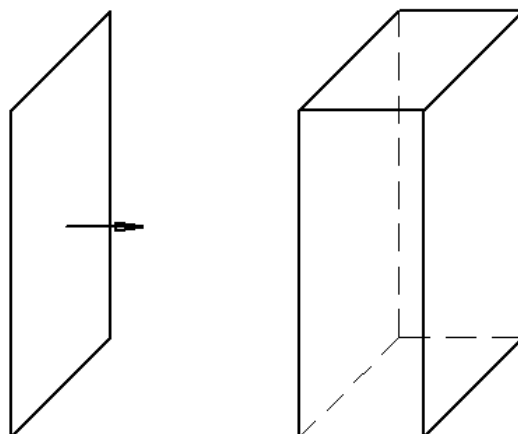

Рис. 2.20
Перемещение прямоугольника в направлении, перпендикулярном его плоскости, позволит создать призму (рис. 2.20)
- 1. Операция выдавливания** – выдавливание плоского контура (эскиза) в направлении нормали к этому контуру (рис. 2.20);